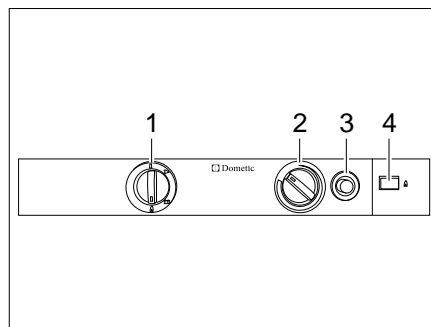

Bild 320 Bedienelemente für den Kühlschrank (Dometic 8er-Reihe)
- Energie-Wahlschalter (Bild 320,1) auf "🔥" stellen.
- Drehregler (Bild 320,2) drücken, auf höchste Stufe drehen und gedrückt halten. Warten, bis Gas zum Brenner strömt.
- Gaszündknopf (Bild 320,3) drücken und gedrückt halten. Die Zündung erfolgt automatisch.
- Gaszündknopf (Bild 320,3) gedrückt halten, bis der Flammenanzeiger (Bild 320,4) grün wird, dann loslassen.
- Drehregler (Bild 320,2) noch 10 bis 15 Sekunden gedrückt halten, dann loslassen.
- Energie-Wahlschalter (Bild 320,1) auf "⏏" stellen.
- Kühltemperatur mit dem Drehregler (Bild 320,3) einstellen.